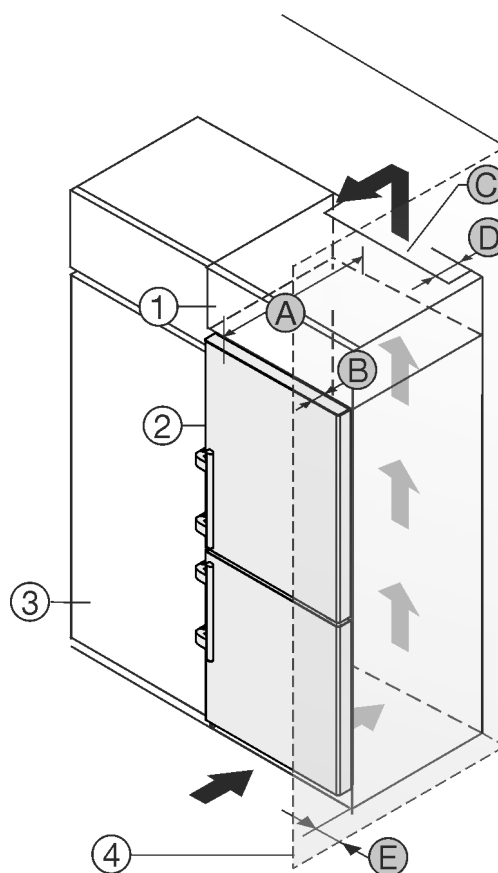

Fig. 2
- (1) Дополнительный шкафчик \*
- (2) Устройство \*
- (3) Кухонный шкаф \*
- (4) Стена \*
- (A) Глубина устройства \*
- (B) Глубина двери \*
- (C) Вентиляционное сечение \*
- (D) Расстояние до обратной стороны устройства \*
- (E) Расстояние до стороны устройства \*
Вы можете установить устройство непосредственно рядом с кухонным шкафом Fig. 2 (3)\*
На задней стенке дополнительного шкафчика должен быть вентиляционный канал с глубиной Fig. 2 (D) по всей ширине этого шкафа.\*
Нужно соблюдать вентиляционное отверстие Fig. 2 (C) под нижней панелью.\*
Если устройство устанавливается на шарнирах у стены Fig. 2 (4), то расстояние между устройством и стеной должно быть не менее 57 мм. Это соответствует расстоянию, на которое выступает ручка при открытой дверце.\*
Чтобы можно было полностью открыть дверь, устройство должно выступать на глубину двери Fig. 2 (B) относительно передней стенки кухонного шкафа. В зависимости от глубины кухонных шкафов Fig. 2 (3) и использования пристенных распорок устройство может выступать и больше.\*